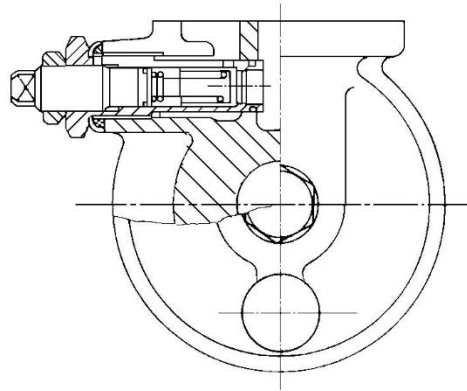

Figura 3: Ajuste de la presión del aceite.
- Consulte la figura correspondiente (Figura 3) en el manual para identificar la ubicación.